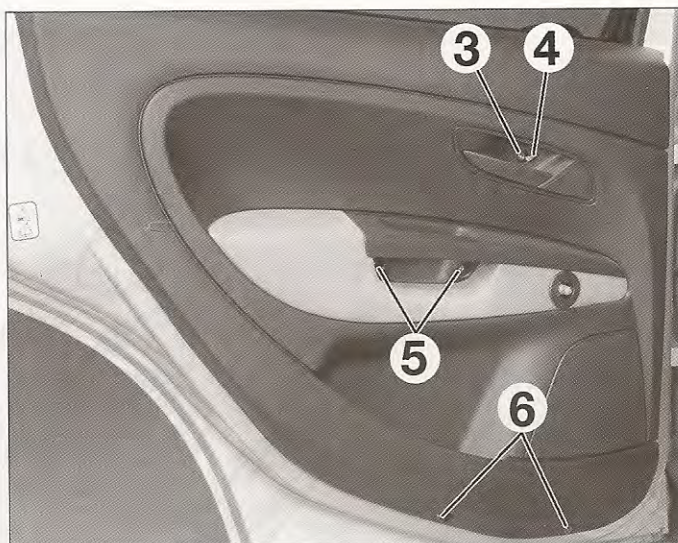

FIG. 48
- la tapa (3) detrás de la empuñadura interior de apertura de la puerta (fig. 48).
- el tornillo de fijación superior (4) de la guarnición de puerta.
- los 2 tornillos de fijación (5) a la altura de la empuñadura de puerta.